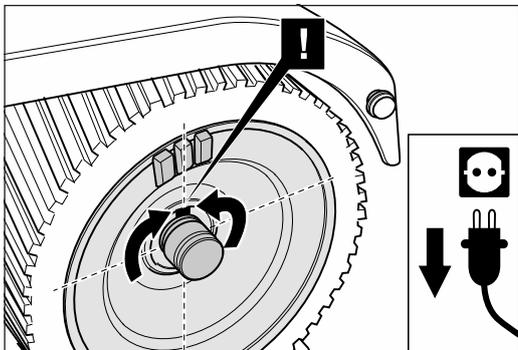

Abb. 55 Die Schleifwalze so weit drehen, bis die Passfedernut nach oben zeigt. So kann die Passfeder nicht aus der Welle fallen.
- 9 Drehen Sie die Schleifwalze so weit, bis die Passfedernut nach oben zeigt. So kann die Passfeder nicht aus der Welle fallen (Abb. 55). Ziehen Sie nun die Schleifwalze seitlich aus dem Gehäuse.